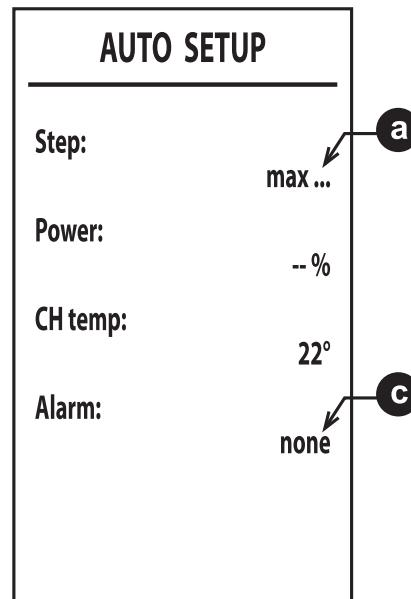

Рис. 40
6. После розжига горелка устанавливается на различные мощности (max, med, min – макс., средн., мин.), показываемые в точке **a** (рис. 40).
8. Если последовательность розжига, описанная в пункте «**6**», не дала положительных результатов, появляется сообщение **max_err** в точке **a** и код ошибки в точке **c** (рис. 40).